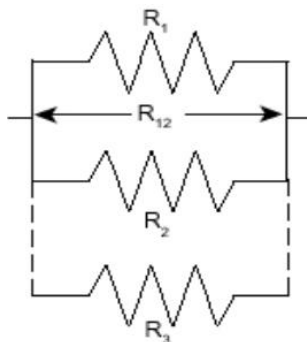

Figura 6. Circuito resistencias en paralelo.
- Conecte las tres resistencias en paralelo como se muestra en la **Figura 6**. Mida los valores R_{12} , R_{23} y R_{123} conectando las puntas del multímetro en los extremos de las flechas indicadas en el diagrama de la **Figura 6**. Registre estos valores en la **Tabla 2**. Importante: para la medición de R_{12} , solo deben estar conectadas las resistencias R_1 y R_2 ; para la medición de R_{23} solo deben estar conectadas las resistencias R_2 y R_3 .